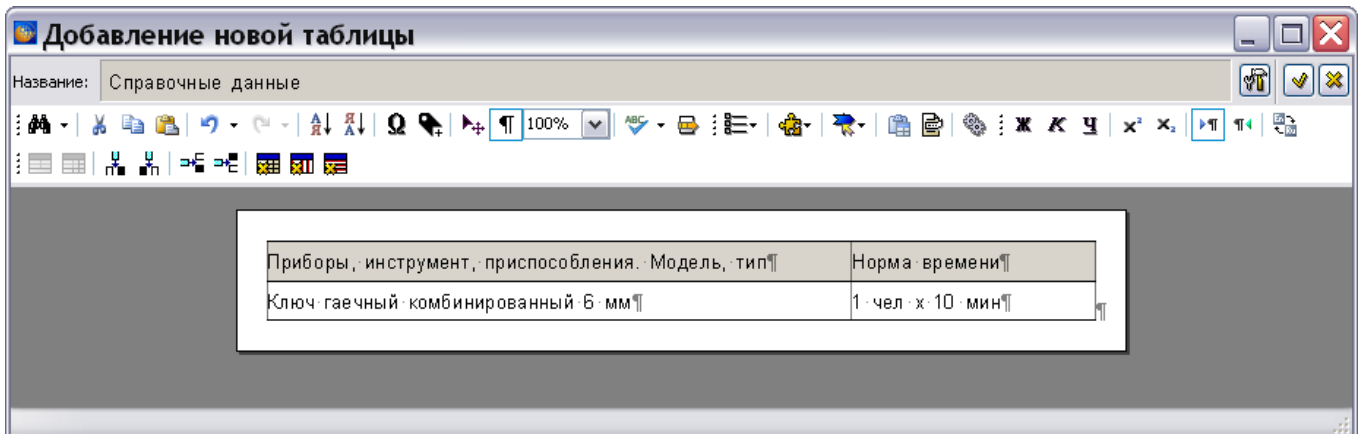

Рисунок 508
8) Введите данные в ячейки таблицы (рисунок 508).